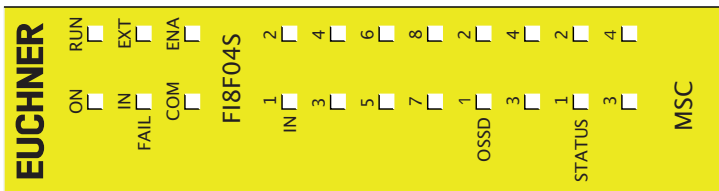

Figure 16:
8.3.4. Module FI8FO4S (Figure 16)